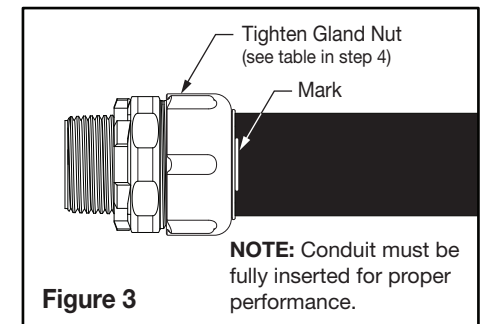

Figure 3
4. Torque the Gland Nut to the specified value in table below (Figure 3).
- Serrer l'écrou de presse-garniture à la valeur spécifiée dans le tableau ci-dessous (Figure 3).